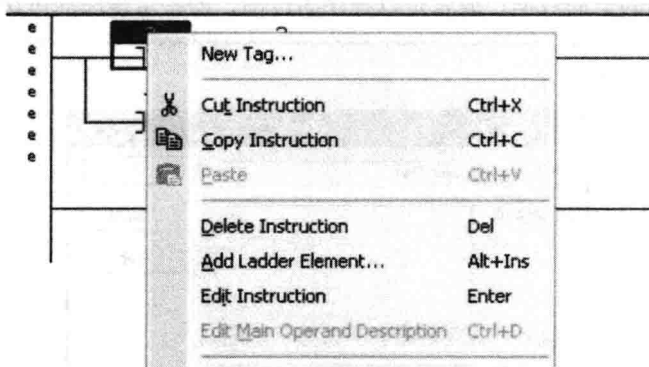

图 1-20 弹出的新建标签菜单
1. 首先将创建标签 Motor\_Start。右键单击首个 XIC 指令的? 并选择“新建标签”(New Tag), 如图 1-20 所示。